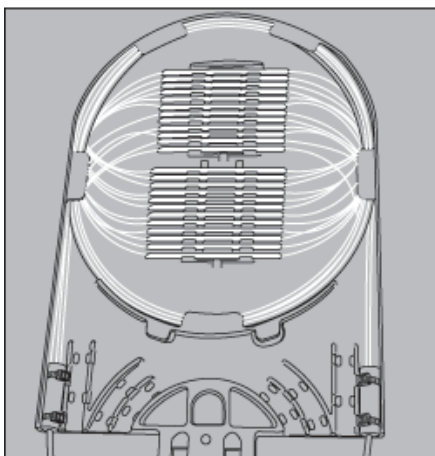

Figura 59
8.9 Continue com as emendas até completar as 24 posições (figura 59).
Conselho PLP: Para realizar as emendas deve seguir os sentidos das fibras, acomodando uma na posição horária e outra na posição anti-horária, como se indica na figura 59.